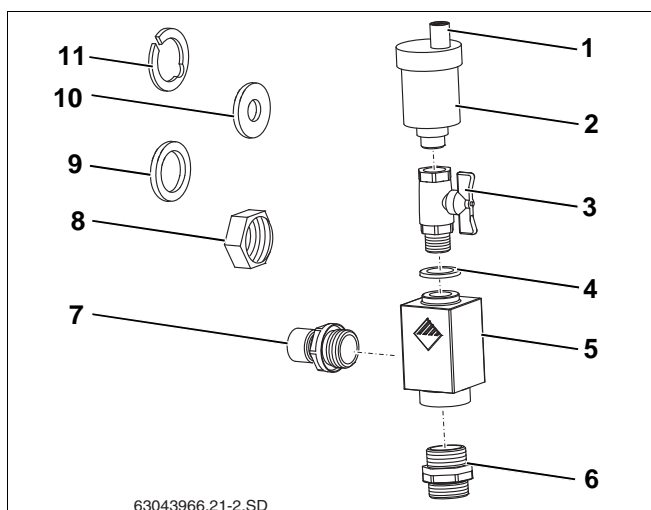

Fig. 59 Udlufter sæt universelt
Solvarmeanlægget udluftes via den åbne tapskrue. Vejrbeskyttelseskappen (fig. 59, **pos. 1**) skal altid sidde på tapskruen under drift, så der ikke kan trænge fugt ind i solvarmeanlægget gennem den åbne tapskrue.
Leveringsomfang udlufter sæt universelt (fig. 59):